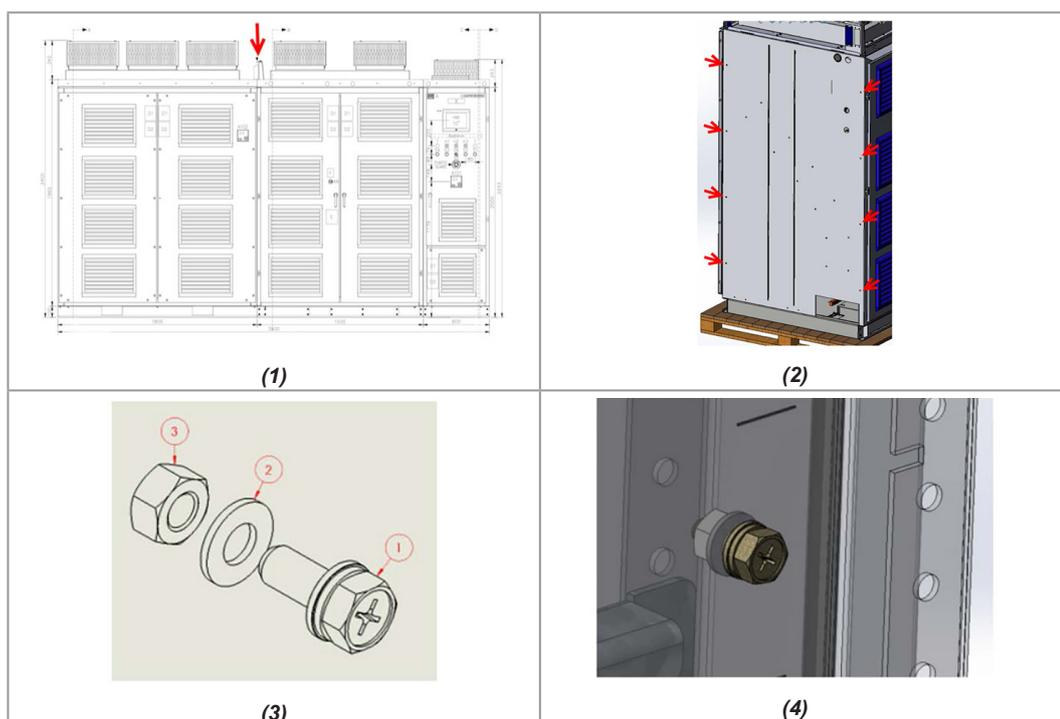

Figure 6.5: Procédure de couplage du MVW3000
1. Positionner les colonnes côte à côte de manière à ce qu'elles soient alignées dans le sens de la profondeur, conformément à la Figure 6.5 à la page 6-9 - image 1.
2. Utilisez les vis, rondelles et écrous fournis avec le produit dans la boîte d'articles séparés dans les huit trous de couplage disponibles, Figure 6.5 à la page 6-9 - image 2.
3. Monter les vis dans l'ordre indiqué à la Figure 6.5 à la page 6-9 - image 3 et appliquer un couple de 19 Nm :
4. Montage des vis, rondelles et boulons comme indiqué à la Figure 6.5 à la page 6-9 - image 4.